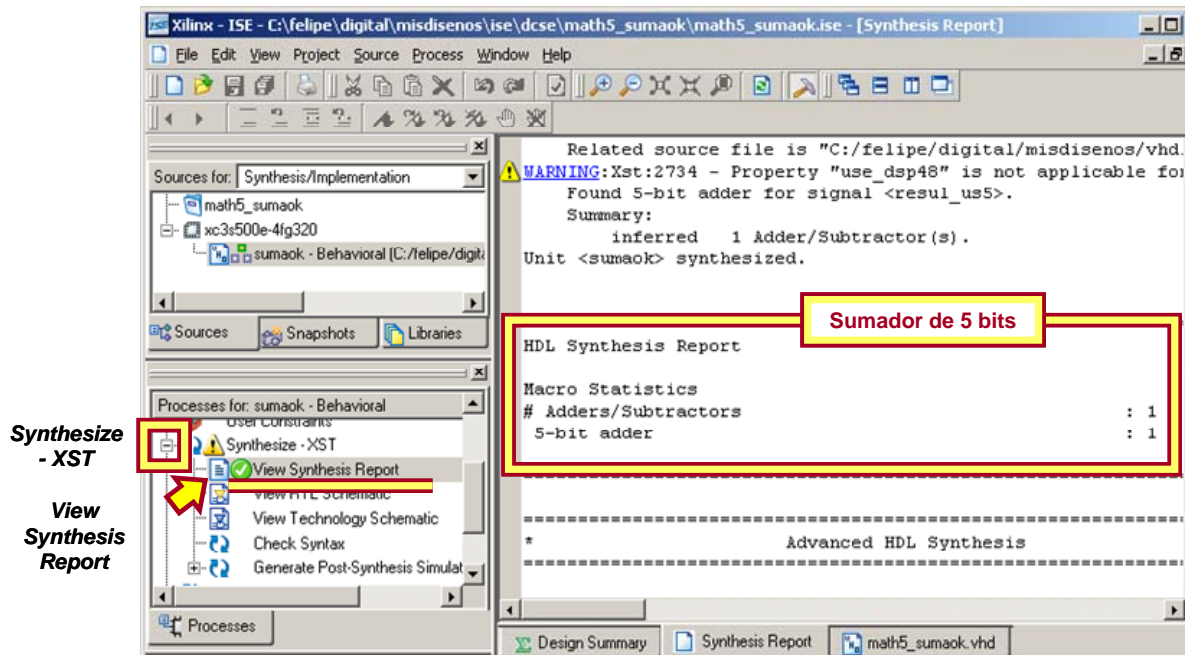

Figura 8.2: Informe de síntesis
*Report.* En la ventana de la derecha aparecerá el informe, donde puedes buscar el número de sumadores/restadores que se han creado y el número de bits de cada uno de ellos. En la figura 8.2 se muestra una parte del informe para el sumador del código 8.11. Vemos que se ha creado un sumador de 5 bits, que es lo que queríamos para considerar el acarreo.